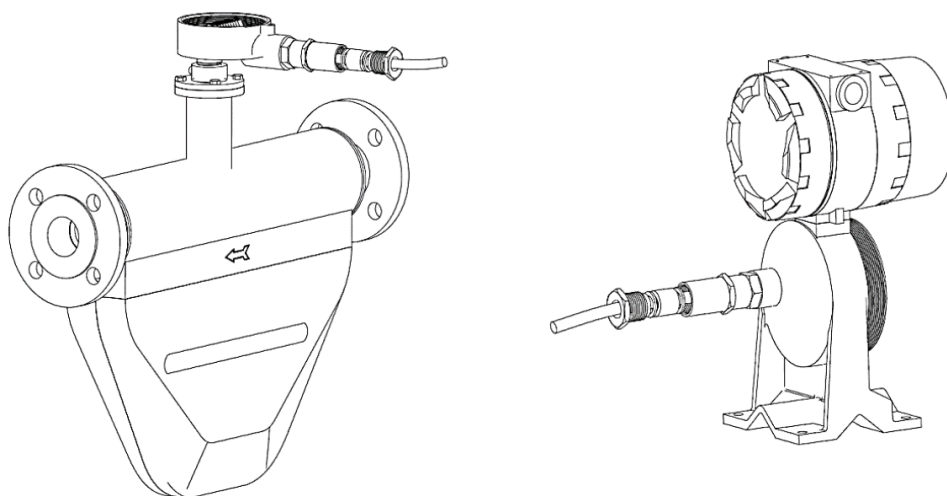

Рис.6. Подключение кабеля связи в отдельном исполнении расходомера
3.5.6. Подключение ВП расходомера отдельного исполнения к ППР производится девятижильным кабелем из комплекта поставки. Стандартная длина соединительного кабеля – 5 м. Подключение кабеля производится аналогично подключению кабелей к компактному исполнению расходомера (см. рис.6).